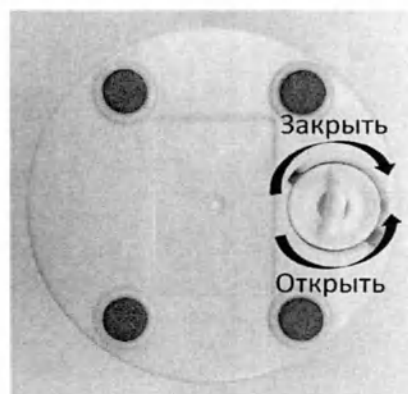

Рисунок 10
- Удалите использованный фильтр из компрессора, открыв крышку фильтра расположенную в нижней части корпуса. Для этого переверните основной блок компрессора, поверните крышку фильтра, против часовой стрелки до упора и потяните ее вверх (рисунок 10).